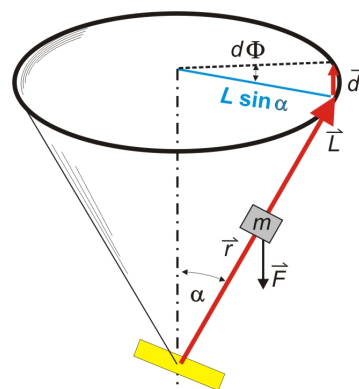

Abbildung 3
Für die Winkelgeschwindigkeit der Präzession  $\omega_p$  erhält man aus Abb. 3 und Gl. (1)  $|\vec{\omega}_p| = \omega_p$